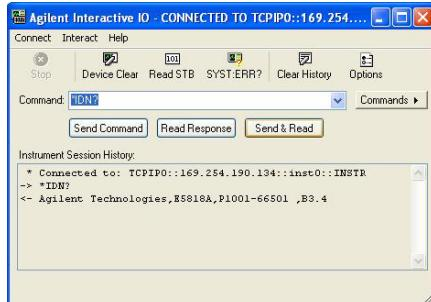

図13 *IDN?コマンドをインタラクティブIOで使用した例
- 2 Commandsメニューを開き、コマンドを選択します。下の例（図13）では*IDN?コマンドが選択されています。